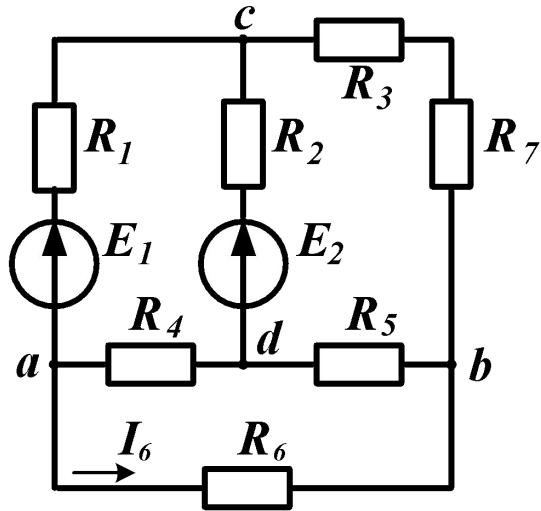

Рисунок 3.13
Визначити струм в гілці з шостим резистором методом еквівалентного генератора (рис. 3.13).
1) Зі схеми (рис. 3.13) віддаляється гілка з резистором  $R_6$ , в якій треба знайти струм.